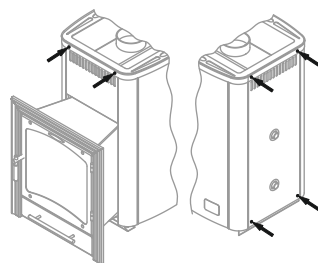

Рисунок 9. Винты для демонтажа конвектора печи
- 2) Снять конвектор, открутив 6 саморезов (рисунок 9);